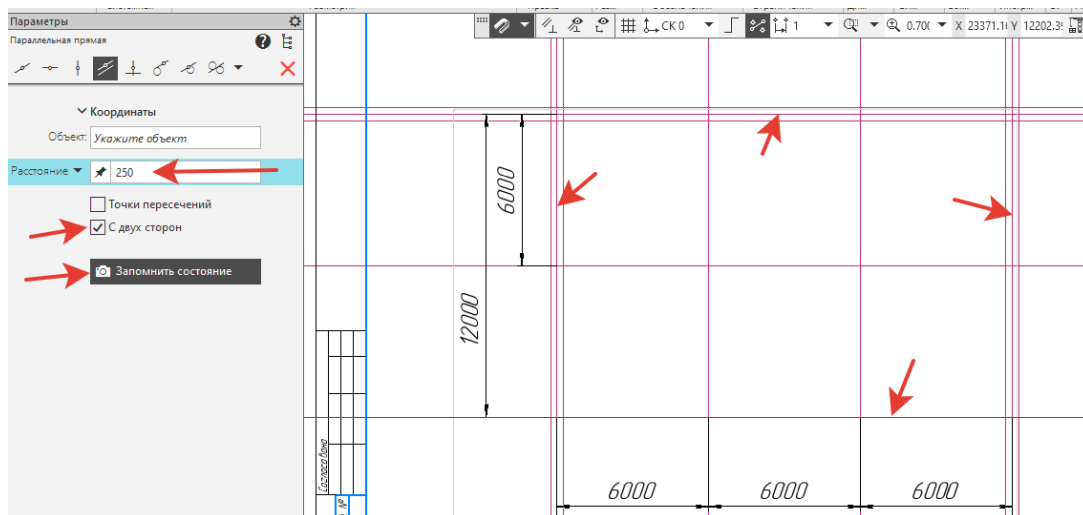

Рисунок 69.
5. С помощью **Вспомогательная прямая** – построить толщину всех наружных стен по сетке (рисунок 69). В **Параметрах** – **Расстояние** – 250, поставить галочку – **С двух сторон**, нажать  **Запомнить состояние** (тогда не нужно будет каждый раз вводить значение в Расстояние).